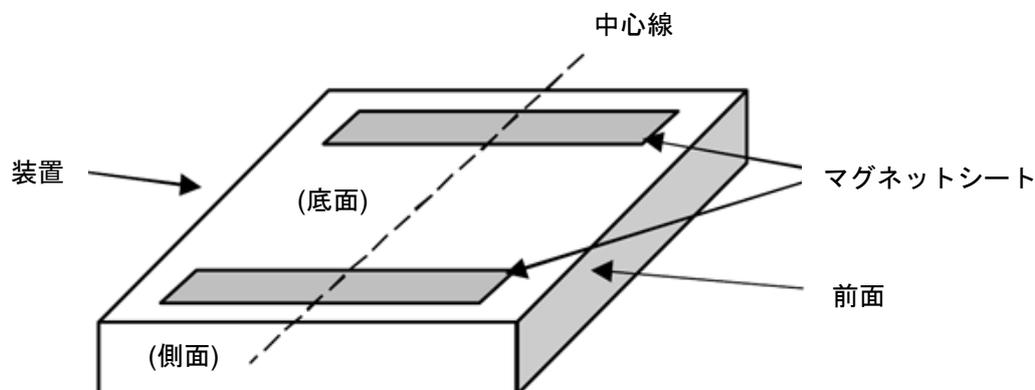

図 3-2 マグネットシートの貼り付け
- 4) 図 3-2 に示すように装置の側面に沿って、側面に平行になるようにマグネットシートを中心線に沿って底面に貼り付けてください。